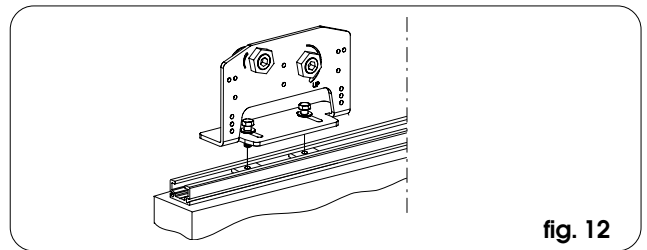
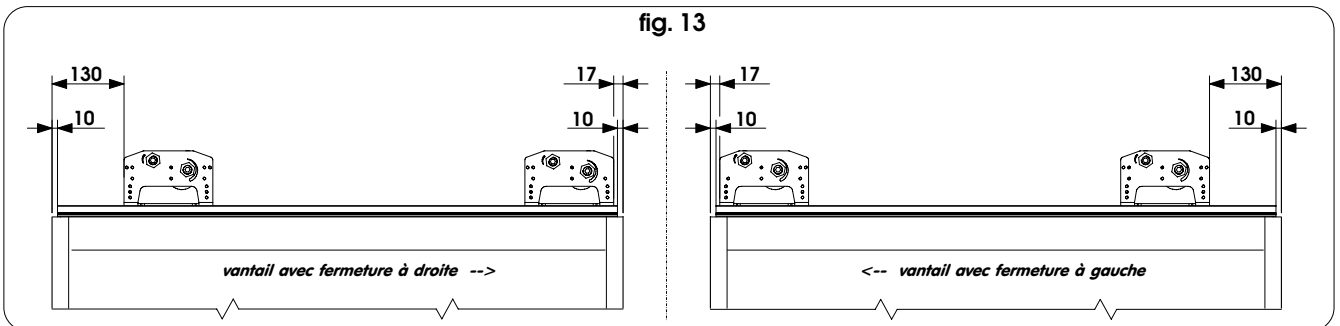
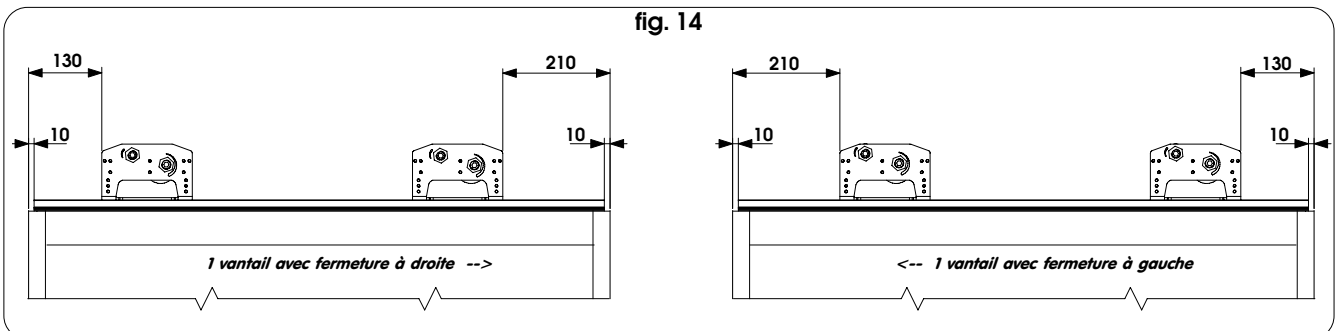

fig. 12
fig. 13
fig. 14
- Fixer les deux chariots à chaque vantail en utilisant les équerres d'assemblage et les vis fournies d'après la fig. 12. Pour le positionnement, se reporter à la fig. 13 (vantail double) et fig. 14 (vantail unique).